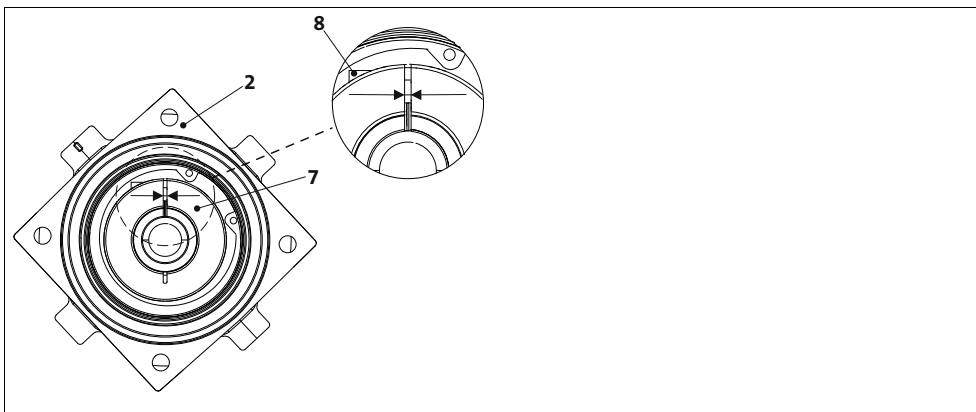

Abb. 5 Zuordnung: Motorwelle, Klemmring und Montagebohrung
3. Schlitz von Getriebe Antriebshohlwelle und Klemmring zueinander und zur Montagebohrung ausrichten (Abb. 5).